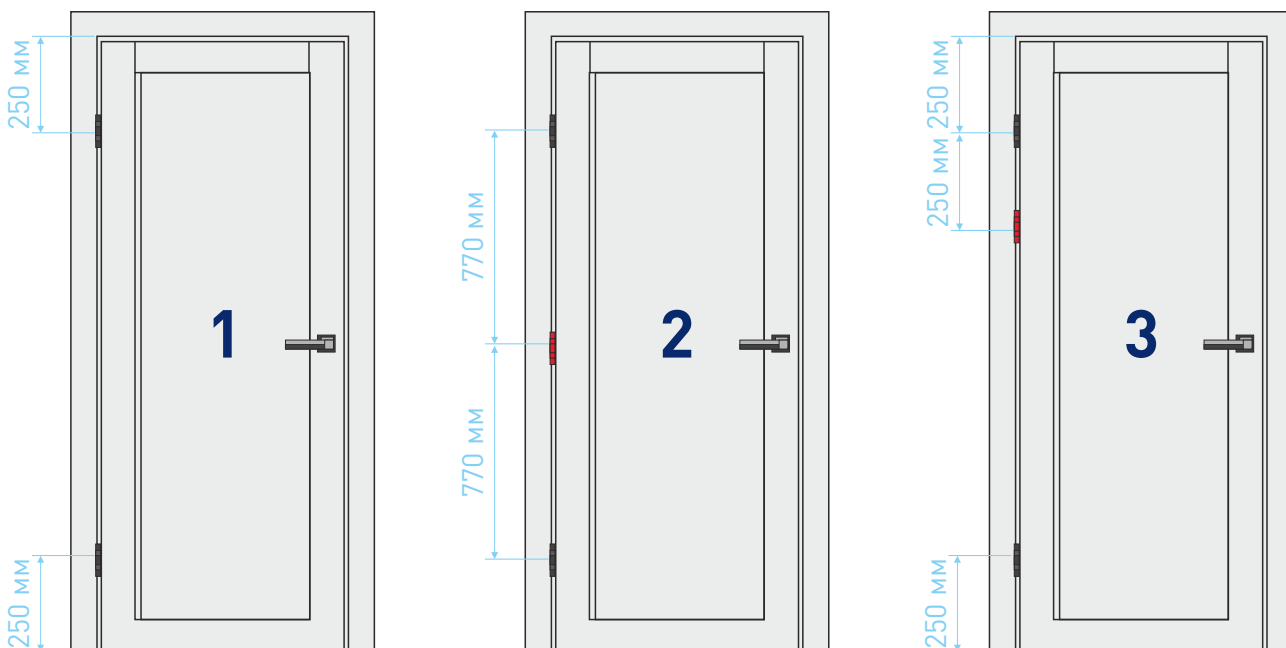

Рисунок 3
- На тяжелые двери необходимо установить 3 петли (Рис.3).